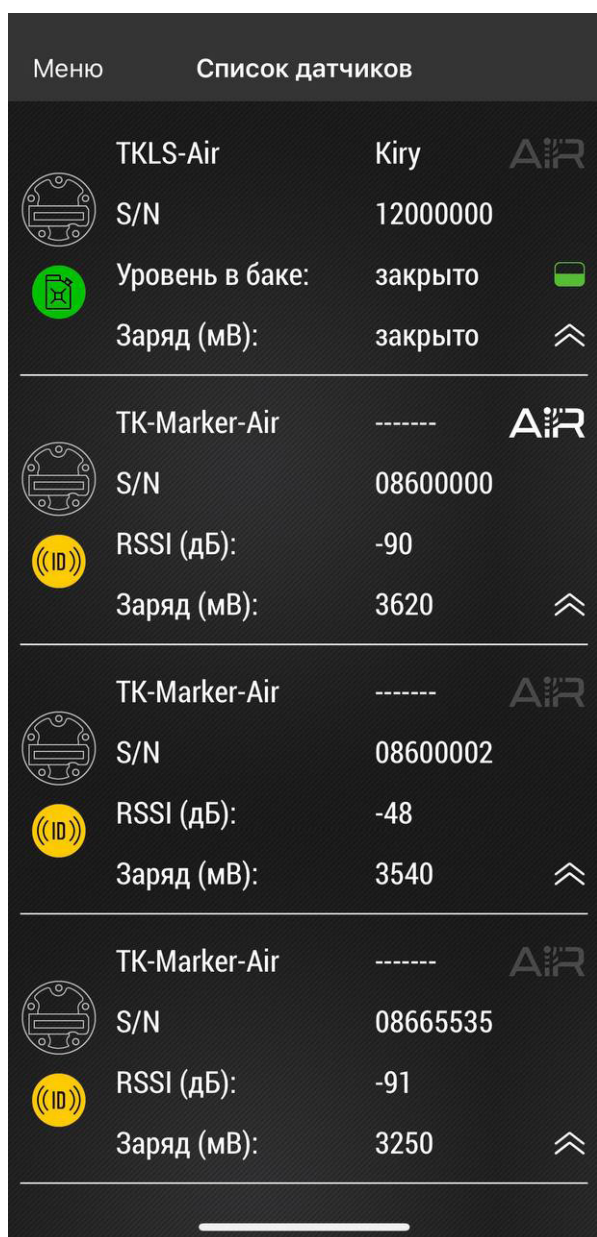

Рис.27. Найденные датчики.
- Запустите приложение USP Tool. Устройства, найденные в радиусе действия Bluetooth, появятся на экране устройства (**Рис.27**).